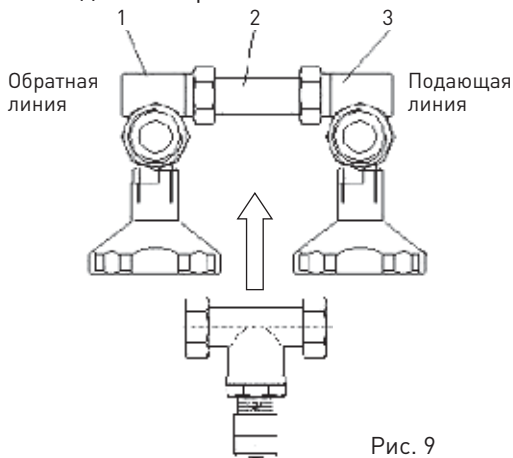

Рис. 9
Установленный между шаровыми кранами (1) стабилизатор (2) с плоскими уплотнениями в случае необходимости может быть заменен на перепускной клапан без слива воды из отопительного контура. Для этого необходимо закрыть оба шаровых крана. Накладные гайки стабилизатора нужно осторожно ослабить и вынуть деталь. При монтаже перепускного клапана необходимо учитывать направление потока (стрелка на корпусе) из линии подачи в обратную линию. (рис. 9).